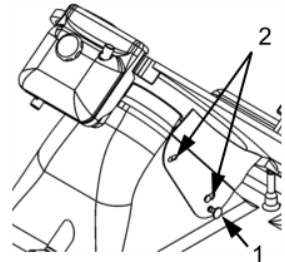

Fig. 33
- Para retirar la guía de corte, tírela hacia arriba por medio del soporte (1, fig. 33) hasta que salga de dos pasadores (2, fig. 33).